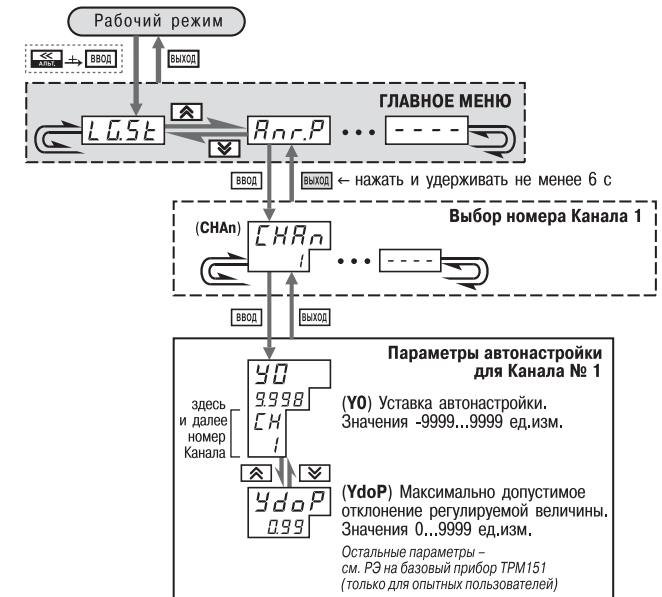

Рис. 45. Схема задания параметров Автонастройки с помощью кнопок на лицевой панели прибора
- Установите в Конфигураторе (или с лицевой панели прибора, см. рис. 45) значения параметров автонастройки Y0 и YdoP для выбранного Канала регулирования.